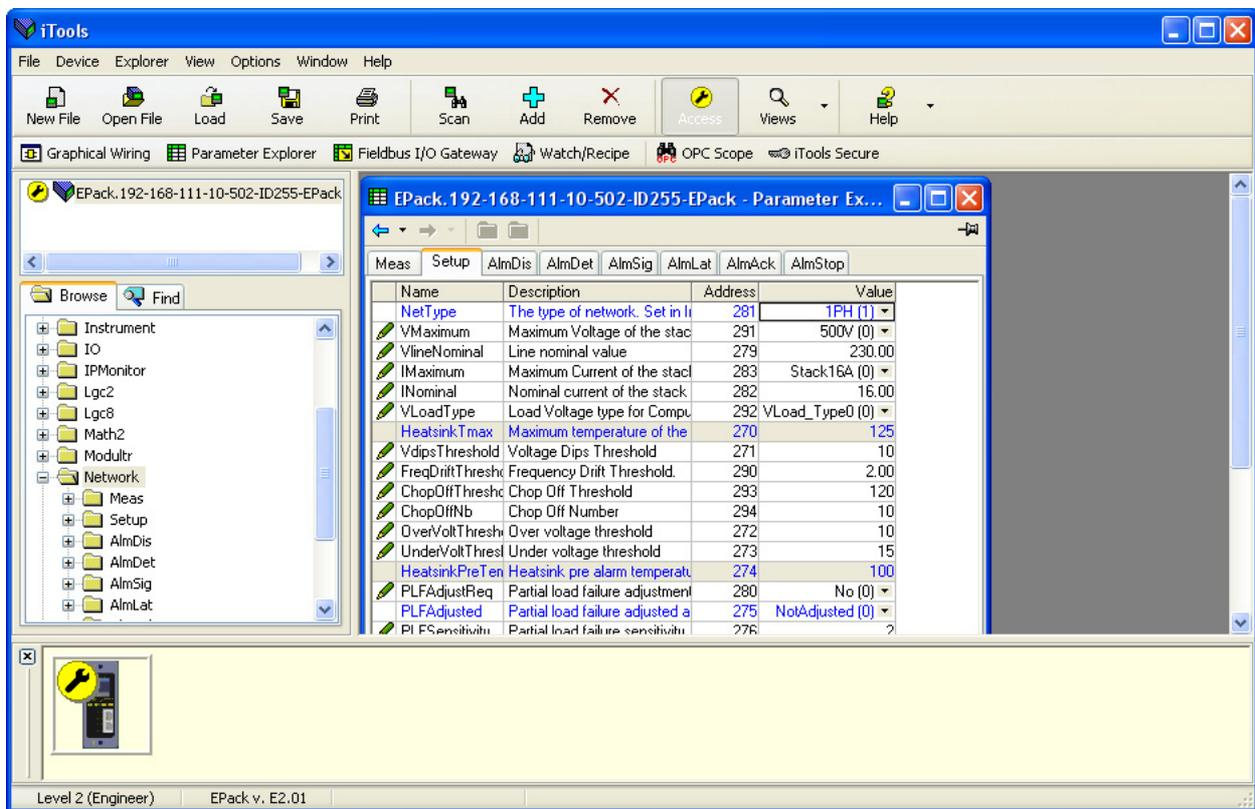

Figure 143 Exemple de tableau de paramètres
Dans chaque cas, les paramètres du bloc fonction apparaissent dans la fenêtre iTools sous forme tabulaire, comme dans l'exemple de la Figure 143.
1. Les paramètres en bleu ne sont pas éditables (Lecture seule). Dans l'exemple ci-dessus, tous les paramètres sont à lecture seule. Les paramètres en lecture/écriture sont en noir et comportent un symbole représentant un « crayon » dans la colonne d'accès à la lecteur/écriture sur le bord gauche du tableau. Plusieurs de ces éléments sont indiqués dans la Figure 143 ci-dessus.
2. Colonnes. La fenêtre d'exploration par défaut (Figure 143) contient les colonnes « Nom », « Description », « Adresse » et « Valeur ». Comme la Figure 146 ci-dessus le montre, les colonnes à afficher peuvent être sélectionnées, dans une certaine mesure, à l'aide du menu « Exploration » ou du menu contextuel. Les « Limites » ont été validées pour l'exemple ci-dessus.